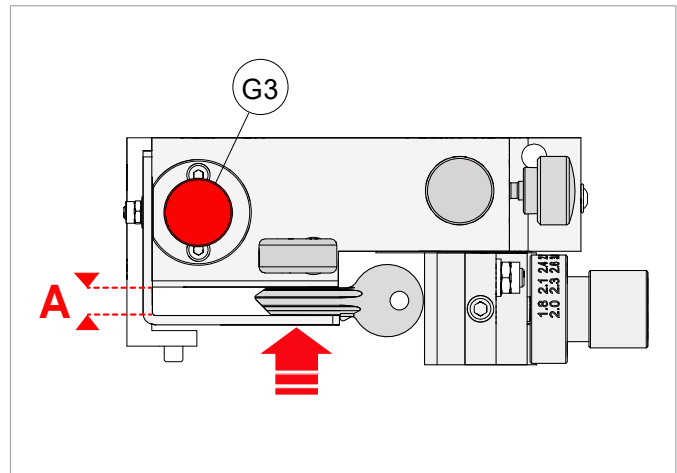

Bild 100
- 2) Den Drehknopf (G3) so lange verstellen, bis der Schlüssel, der am Magazin entlang gleiten soll, ohne übermäßigen Spielraum eintritt (Bild 100).